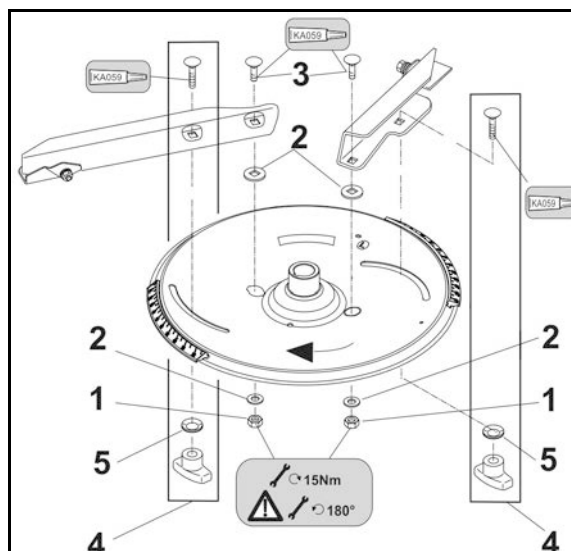

Fig. 114
1. Løs de to bakre kontermutterne (Fig. 114/1) sett i kjøreretning (se pil), ved å dreie dem til venstre.
2. Løs de to bakre mutterne (Fig. 114/2) sett i kjøreretning (se pil), ved å dreie dem til venstre.
Reguleringsveien til mutteren (Fig. 114/2) må være like stor på begge sider av båndbunnen. Begge mutterne (Fig. 114/2) må ikke vrir med mer enn en ½ nøkkelomdreining. Trekk fest kontermutterne og kontroller om transportbåndet igjen drives jevnt.